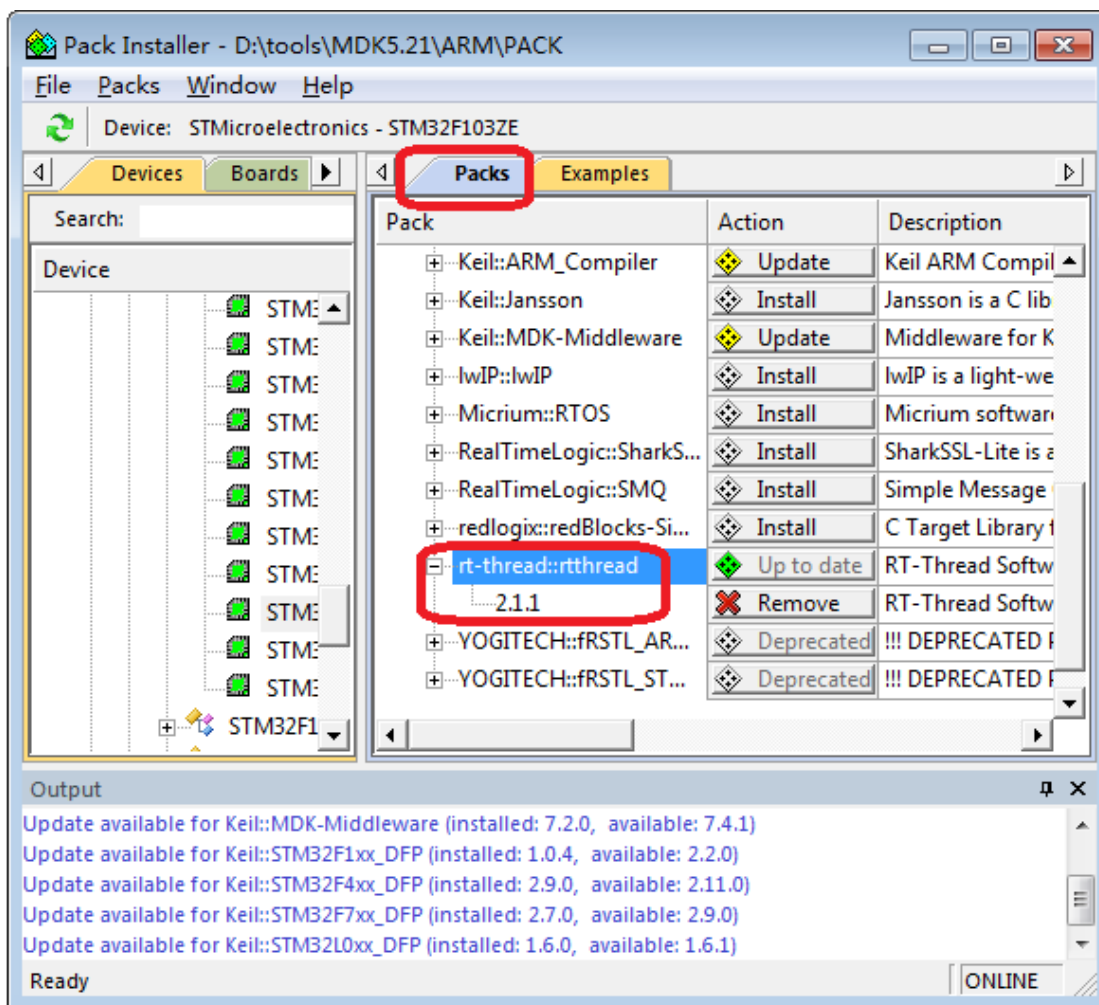

图 2：RT-ThreadPack 下载
4. 如果在图 2 界面“Packs”栏中未发现“RT-Thread”，我们可以通过两种方法获取 RT-Thread Pack。第一种方法是直接从链接 <http://www.rt-thread.org/download/mdk/rt-thread.rtthread.2.1.1.pack> 下载 2.1.1 版本的 RT-Thread Pack，然后双击完成安装。第二种方法是在菜单“Packs”下点击“Check for Updates”，Update 需要一定的时间。Update 完成后，将可看到 RT-Thread Pack。Pack 下载完成后 Keil 将自动弹出 Pack 安装界面，按步骤依次完成安装。